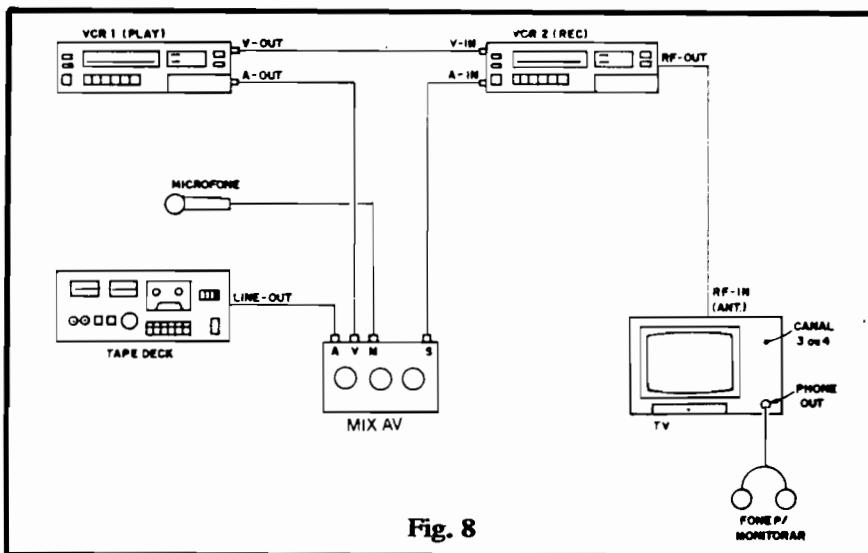

Fig. 8
- FIG. 8 - Alterando a trilha sonora original de uma fita de vídeo, com a superposição de narração (via microfone) e de música de fundo
toração de vídeo) e fone de ouvido (para monitoração de áudio). **PROCEDIMENTO**: Os diversos blocos devem ser interligados, com as cabagens próprias, conforme mostra o diagrama. Consultar com atenção os manuais da **camcorder**, do VCR, do **tape deck** e do TV, na elucidação dos **tipos** de cabos a serem usados (mais conselhos e detalhes, à frente, no presente ESPECIAL), bem como para a correta identificação de jaques e conetores em cada módulo do arranjo. As modernas **camcorders** (filmadoras de vídeo que **incluem** o processo de gravação, tendo um compartimento para inserção da própria fita de vídeo) possuem controles e funções que lhes permite funcionar exatamente como em VCR (videocassete) comum (gravar, reproduzir, etc., através de um "teclado" idêntico ao encontrado nos VCRs...). Assim, o procedimento geral é idêntico ao relacionado para a fig. 8, aí atrás, apenas considerando, toda vez que mencionamos "VCR 1", a **camcorder** na função **play**, reproduzindo a fita "master" cuja cópia queremos "tirar", com alterações na trilha sonora! Existe, porém, uma vantagem "extra" para o uso da **camcorder** na função de "VCR 1"... Ela pode incluir, **na hora** da edição, cenas "ao vivo" (colocando o seu seletor de função na posição "camara", em lugar da posição "VCR", usada na edição simples...), sendo que o som original, captado também "ao vivo" nesse momento, **pode** ou **não** ser aproveitado ou mixado através da atuação do MIX-AV, exatamente como exemplificado no item anterior (fig. 8)! As possibilidades são fantásticas, para quem tiver um mínimo de atenção, organização e noção do que quer e das potencialidades do seu equipamento!